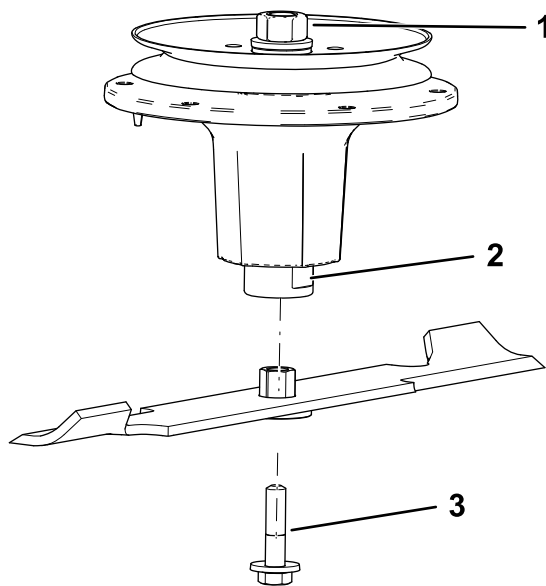

Figura 105
2. Instale el conjunto de buje/cuchilla en el eje (Figura 105).